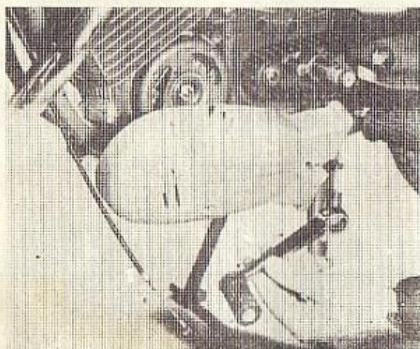

Fig. 16
1. Demontați capacul magnetoului (fig. 16).